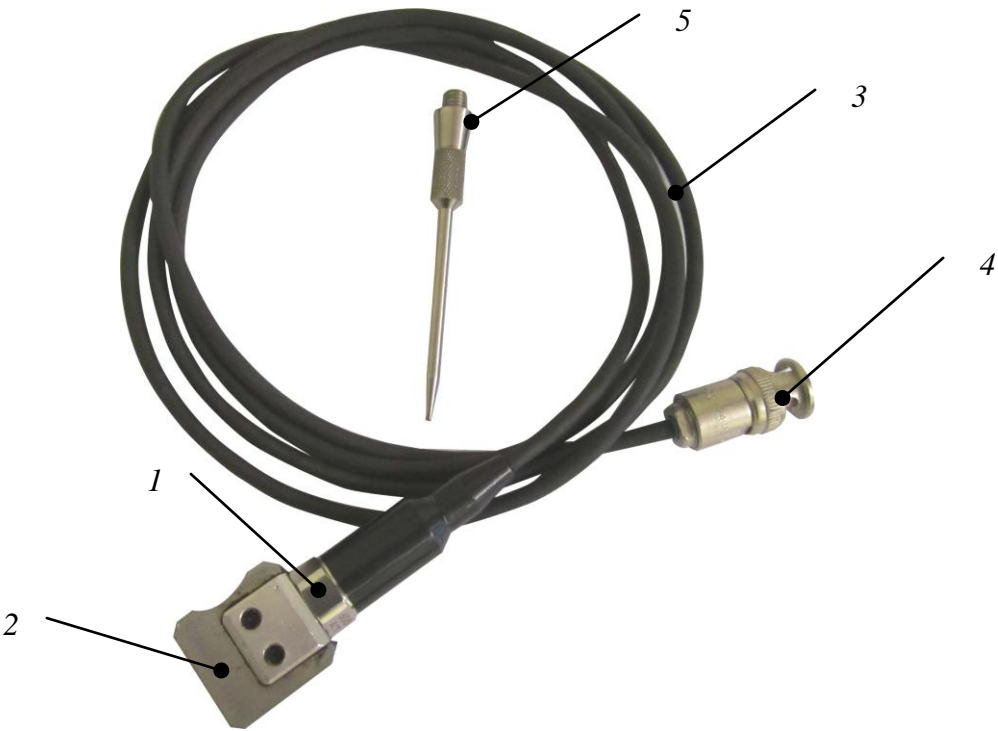

Рисунок 2. Вибропреобразователь в комплекте с кронштейном.
1.7. Вибропреобразователь (Рисунок 2)